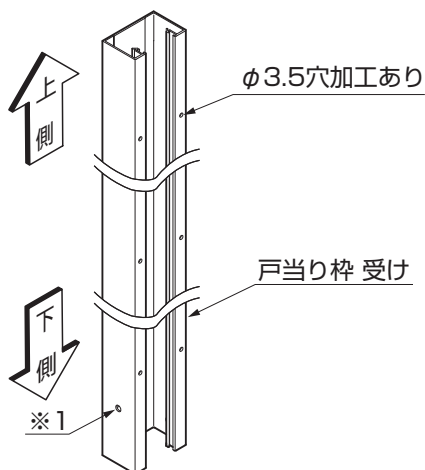
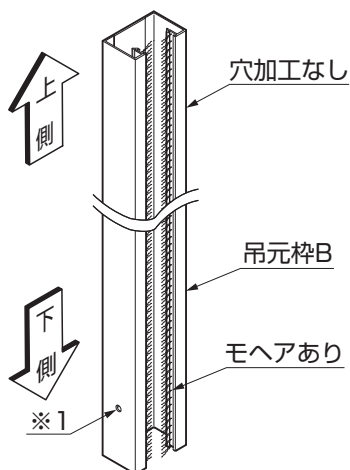

図1-5 戸当り枠 受け
図1-6 吊元枠B
- 戸当り枠 受けと吊元枠Bの見分け方は図1-5、図1-6を参照してください。
- 戸当り枠 受け、吊元枠Bには上下があります。穴(※1)がある方が下側です。(図1-5、図1-6参照)